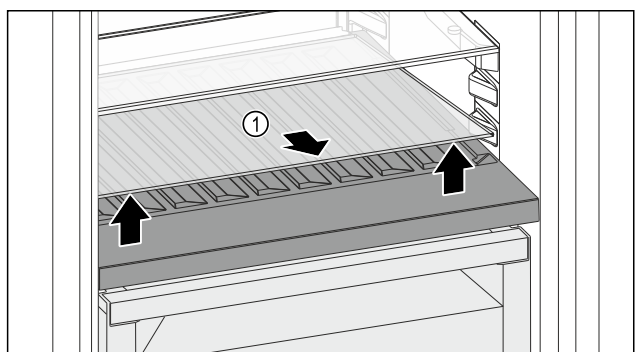

Fig. 144
- ▶ Tõstke klaasplaat Fig. 144 (1) ees väljalõikest üles ja võtke
- ▶ Säilitage klaasplaati Fig. 144 (1) turvaliselt väljaspool